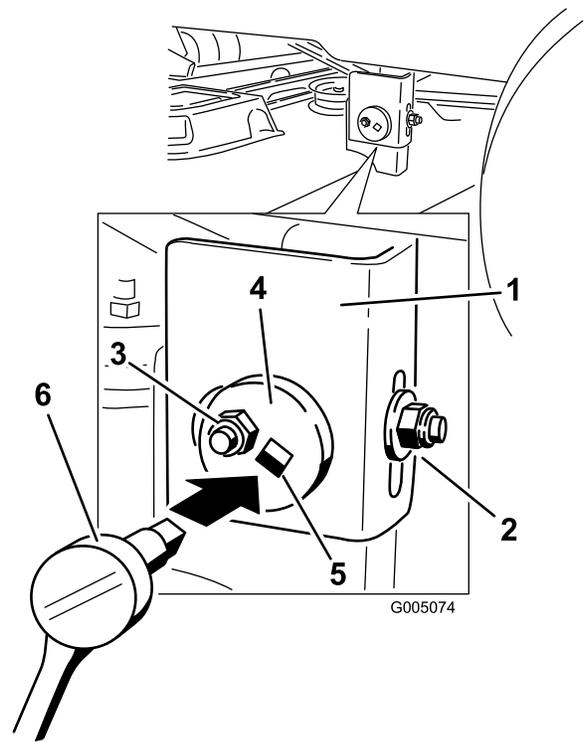

Figura 40
7. Spostatevi sul lato sinistro della macchina. Allentate, ma non toglie il dado di bloccaggio posteriore sul supporto di sospensione (Figura 40).
8. Allentate il dado di bloccaggio laterale sul supporto di sospensione quanto basta per poter regolare la piastra di regolazione eccentrica (Figura 40).
9. Fermate il piatto di taglio nella posizione regolata e serrate il dado di bloccaggio laterale sul supporto di sospensione per fissare la nuova posizione (Figura 40).